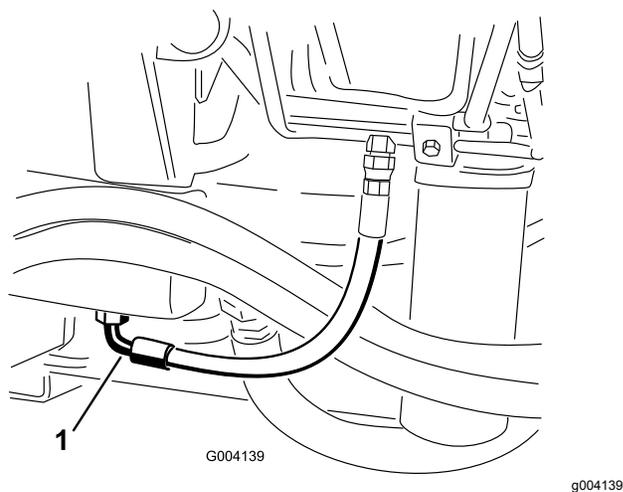

Рисунок 90
2. Установите большой сливной поддон под штуцер, расположенный в нижней части бака с гидравлической жидкостью (Рисунок 90).